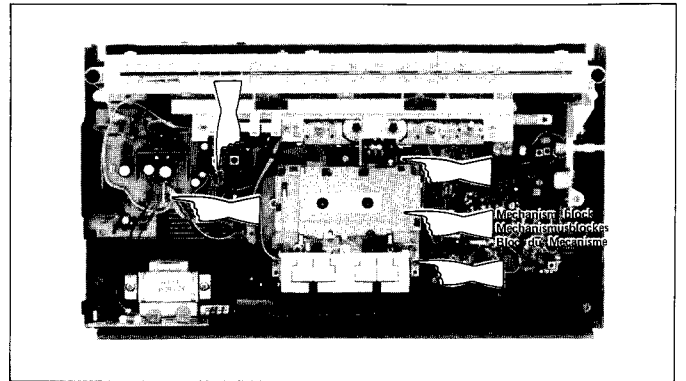

Figure 7-2 Abbildung 7-2
1. Remove three (4) sockets at the mechanism block which are connected with the audio PWB. (See Fig. 7-2.)
1. Die drei (4) Steckverbindungen, die den Mechanismusblock mit der Audio-Leiterplatte verbinden, am Mechanismusblock abtrennen. (Siehe Abb. 7-2.)
1. Déposer les trois (4) douilles du bloc du mécanisme, qui sont connectées à la PMI audio. (Voir la Fig. 7-2.)